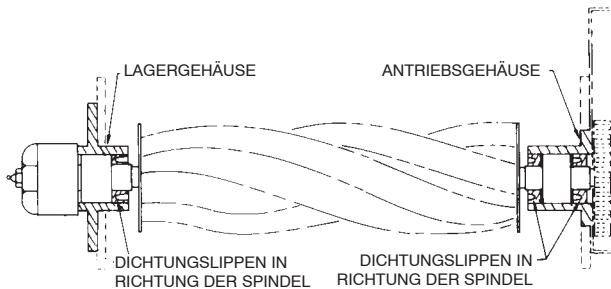

Bild 32
2. Montieren Sie die äußere Dichtung (Lippe nach innen, sodass das Schmiermittel nicht austritt) im Antriebsgehäuse. Schmieren Sie ein Rostschutzmittel auf den äußeren Rand. Schmieren Sie etwas Öl auf die Dichtungslippen und setzen Sie das Lager von der anderen Seite durch die Dichtung ein (Bild 32).
3. Schmieren Sie etwas Öl auf die inneren Dichtungslippen und setzen Sie sie (Lippe sollte dem Lager abgewandt und der Spindel zugewandt sein) in das Gehäuse ein. Setzen Sie den Befestigungsring ein, um die Einheit im Gehäuse zu befestigen (Bild 32).
4. Schmieren Sie etwas Öl auf die Dichtungslippen der Dichtung für das Lagergehäuse und setzen Sie sie (Lippe ist vom Lager abgewandt) über das Lager auf (Bild 32).